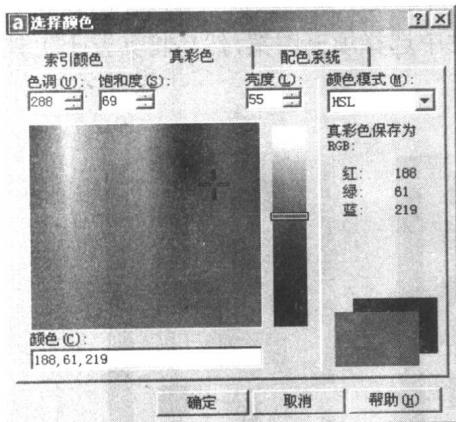
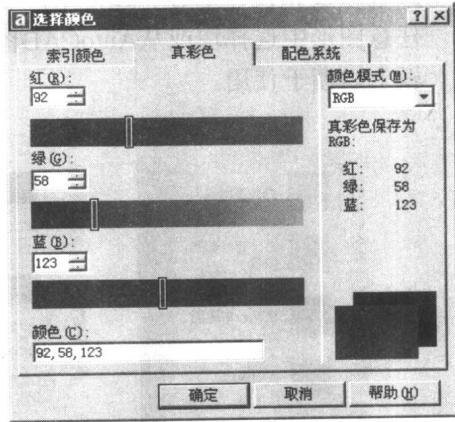

图1.4 HSL颜色模式
图1.5 RGB颜色模式
- 真彩色和配色系统 AutoCAD 2002需要在绘图预览中才能看到配色效果，而 AutoCAD 2004可以直接在对话框中预览，并有两种颜色模式可供选择（见图1.4和图1.5）。使用配色系统，可以从标准配色系统中选择预定义的颜色。使用真彩色和配色系统，可以更容易地创建更为复杂的演示图形。